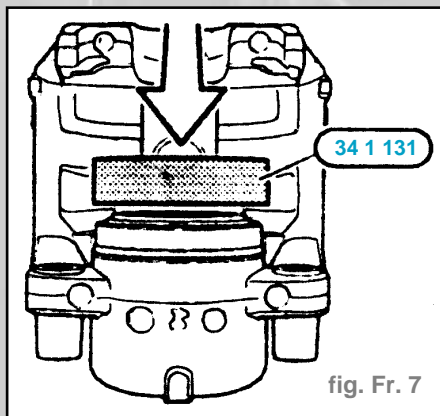

fig. Fr. 7
- Emmancher le pare-poussière jusqu'en butée avec l'outil 34 1 131 (fig. Fr. 7).
- Emmancher le pare-poussière jusqu'en butée avec l'outil 31 1132 (fig. Fr. 7).